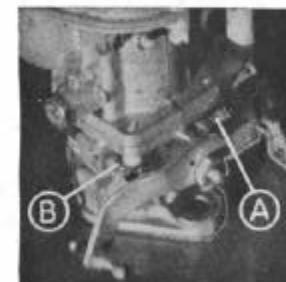

Fig. 53. Reglaje de ralenti.
- Se girará el tornillo de ajuste de ralenti (fig. 53) hasta conseguir un giro acelerado, haciendo luego lo mismo con el tornillo regulador de mezcla hasta que el motor comience a fallar. Seguidamente se girará en sentido contrario, hasta que desaparezcan los fallos.